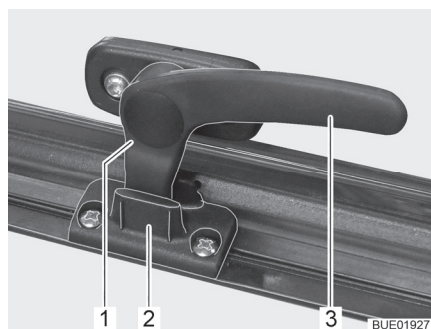

Fig. 12 Palanca de bloqueo en la posición de "ventilación continua"
- En la posición "ventilación continua" (Fig. 12)
- Girar la palanca de bloqueo (Fig. 12,3) un cuarto de vuelta hacia la mitad de la ventana.
- Girar la palanca de bloqueo un cuarto de vuelta hacia el marco de la ventana. El saliente de bloqueo (Fig. 12,1) se ha de introducir para ello en el rebaje del bloqueo de la ventana (Fig. 12,2).